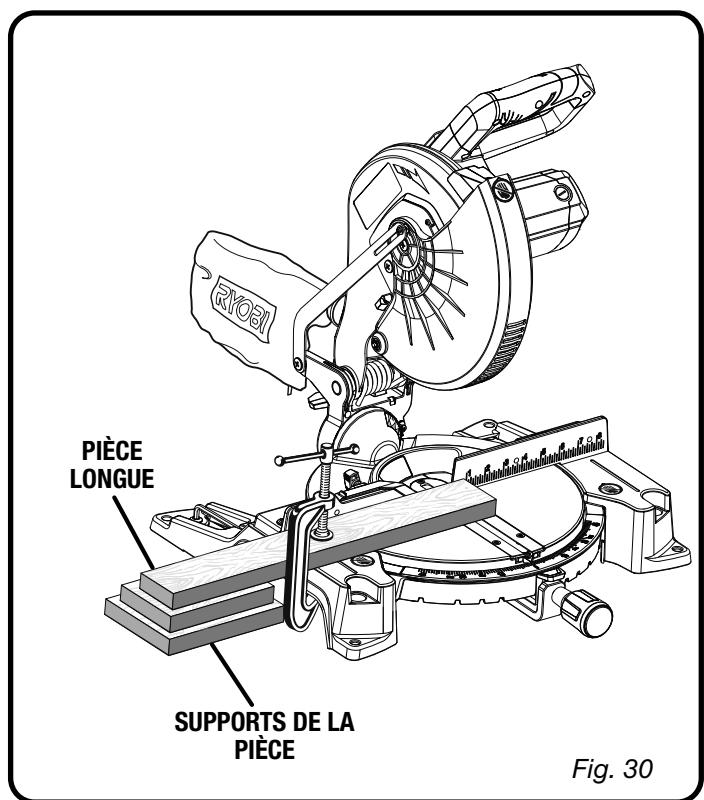

Fig. 30
- Lors de la coupe de planches ou de moulures longues, soutenir l'extrémité libre de la pièce avec un chevalet à rouleau ou un plan de travail se trouvant au même niveau que la scie. Voir la figure 30.
■ Lors de la coupe de planches ou de moulures longues, soutenir l'extrémité libre de la pièce avec un chevalet à rouleau ou un plan de travail se trouvant au même niveau que la scie. Voir la figure 30.
- Lors de la coupe de planches ou de moulures longues, soutenir l'extrémité libre de la pièce avec un chevalet à rouleau ou un plan de travail se trouvant au même niveau que la scie. *Voir la figure 30.*
Voir la figure 30.